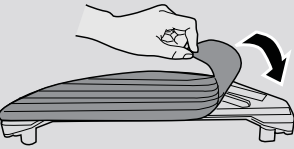

Fig. 15
3. Alinee el depósito de agua con la parte inferior del robot y empujelo en su posición correcta hasta que escuche un clic que indique que está bien fijado. [Fig. 15]